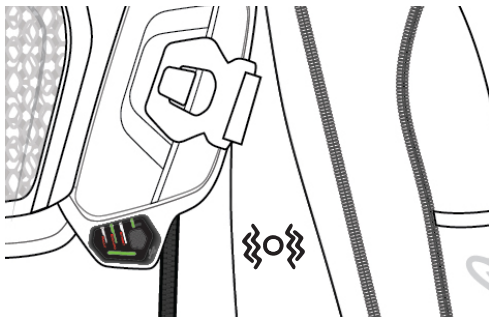

Figure 9 : Phase de vérification des LED
1) Vérification des LED : au cours de cette phase, le système vérifie que toutes les LED disponibles fonctionnent correctement. L'utilisateur constatera que tous les voyants disponibles (4c, 4d, 4e) s'allument en VERT SOLIDE pendant environ une seconde, puis s'éteignent (figure 9) ;